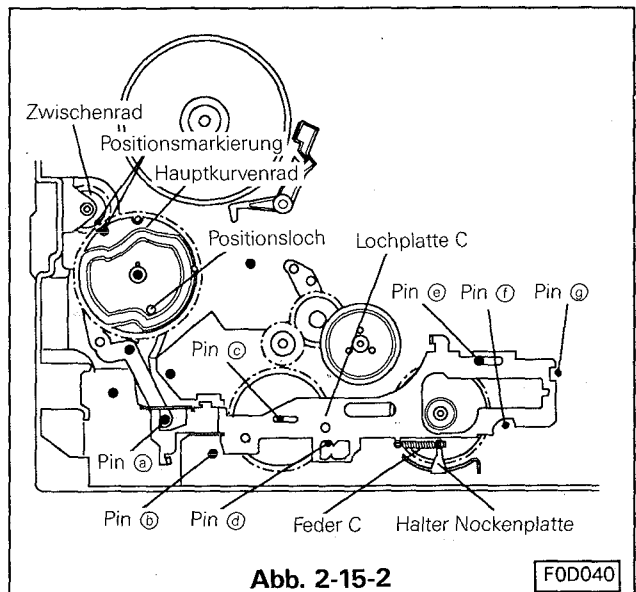

Abb. 2-15-2
- C. Beim Aufsetzen des Kurvenrades 1 sicherstellen, daß die Position der Hebel RS und C sich nicht verändert. Das Kurvenrad mit dem Sicherungshebel sichern. (Siehe Abb. 2-15-2)
- D. Unterlegscheibe auf Pin ① aufsetzen (siehe Abb. 2-15-2) und die Nockenplatte C so einbauen, daß die Positionslöcher der Platte mit den Pinen ② ~ ④ übereinstimmt.
- E. Die Feder C der Nockenplatte an der Nockenplatte C und an dem Nockenplattenhalter befestigen. (Siehe Abb. 2-15-2)